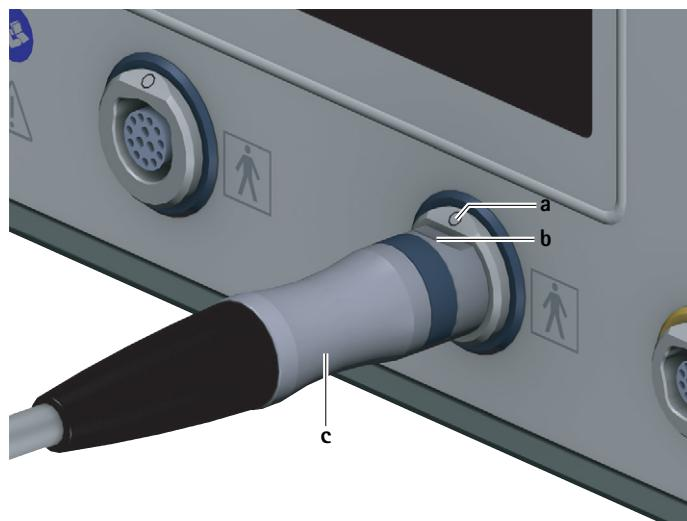

Fig. 3 Ligar cabo de motor
- Alinhar a ficha da unidade de controlo **c** no cabo de motor de tal forma que a marcação **b** na ficha coincida com a marcação **a** na tomada de ligação da unidade de aplicação 7, ver Fig. 3.
- ▶ Retirar o cabo de motor na ficha para a unidade de controlo **c** da tomada de ligação para unidades de aplicação **7**, ver Fig. 3.